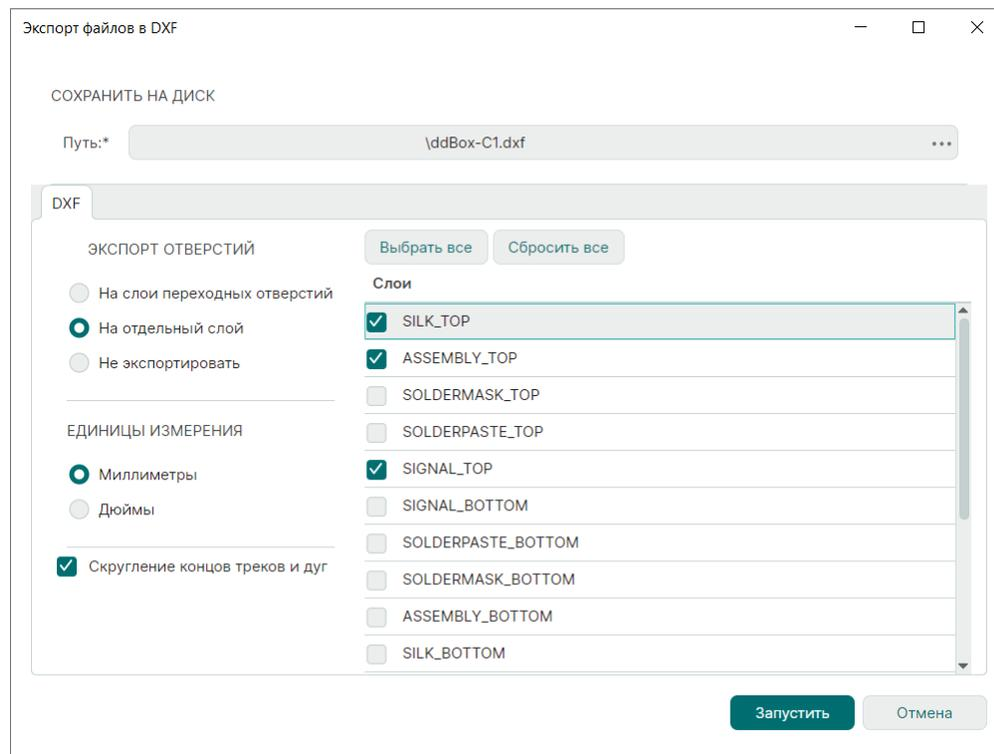

Рис. 90 Настройка параметров экспорта
- В окне «Экспорт файлов в DXF» задайте параметры для экспорта, см. Рис. 90: